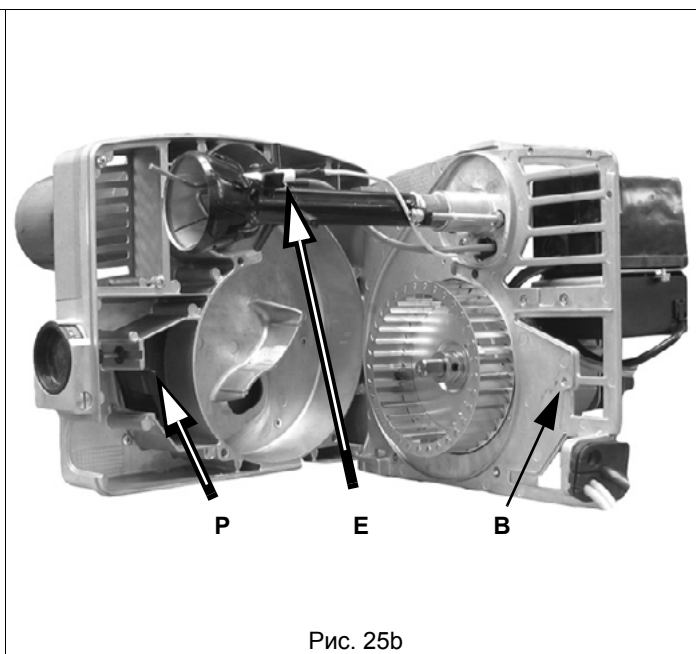

Рис. 25b
- Контроль электродов зажигания и обнаружения (Е на Рис. 25b, их очистка, регулирование и, при необходимости, замена (см. Рис 26);
- Зацепите плиту одним из способов, показанных на Рис. 25b и Рис. 25c для облегчения операций техобслуживания.
⚠ ПРИМЕЧАНИЕ: При установке компонентной плиты на место следите за тем, чтобы штифт Р заслонки вошел в специальное гнездо В (см. Рис. 25b).